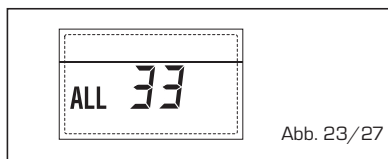

Abb. 23/27
- STÖRUNG KOMMUNIKATION KARTE RS-485 IM KASKADENBETRIEB "ALL 34" (Abb. 23/28)